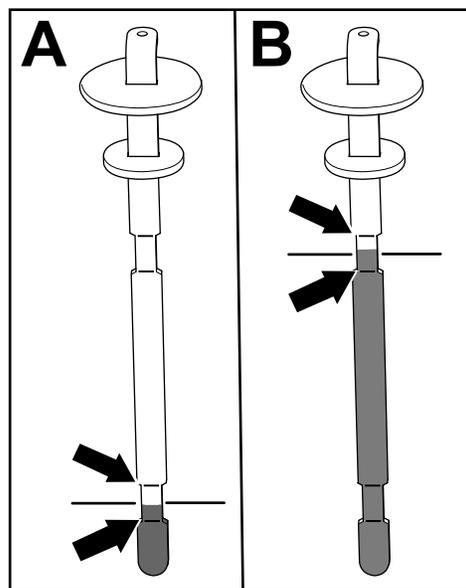

Рисунок 80
5. Извлеките щуп и проверьте уровень рабочей жидкости (Рисунок 80).
- Если у вас на машине установлен режущий блок: уровень гидравлической жидкости должен находиться на соответствующем уровне между 2 нижними отметками на щупе (А на Рисунок 80). Также допустимо, если уровень жидкости находится выше нижних отметок.
жидкости должен находиться между 2 верхними отметками на щупе (В на Рисунок 80).